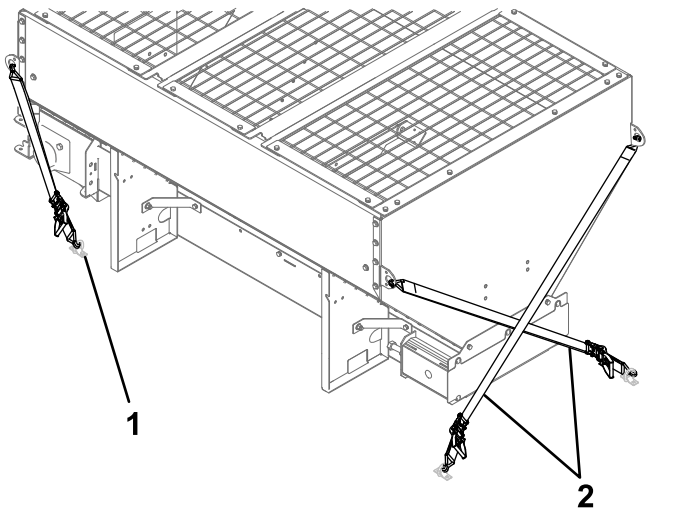

Figura 10
1. Conecte las correas con carraca a los anillos de amarre situados cerca del borde superior del esparcidor (Figura 10).
2. Cruce las correas cerca de la cabina del vehículo y conéctelas a los anillos de amarre opuestos en la plataforma del vehículo (Figura 10).
3. Sujete las correas situadas cerca de la parte trasera del vehículo a los anillos de amarre más próximos en la plataforma del vehículo (Figura 10).